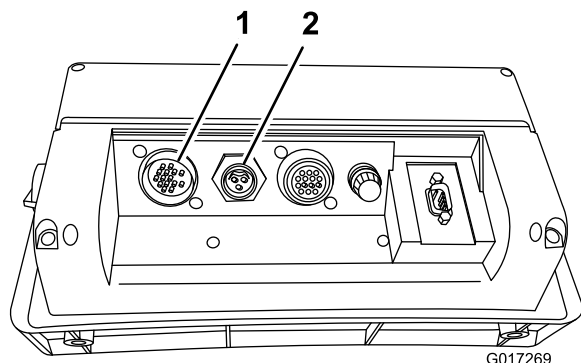

図 3
6. ケーブルのラインを、コンソールコンピュータ背面のそれぞれの入力部に接続し図3、ロッキングリングで接続を固定する。